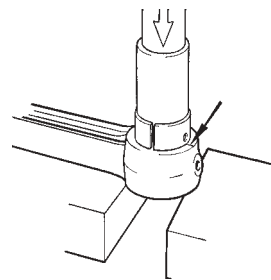

Fig. 48 Pose de bague de pied de bielle
2. Enfoncer la bague neuve avec les mêmes outils, comme le montre la figure 48.
ATTENTION ! S'assurer que le trou d'huile de la bague coïncide avec l'alésage dans la bielle. Avec un feutre, tracer une ligne passant par les trous de la bague et de la bielle (figure 48). Vérifier que le canal d'huile n'est pas bouché après la mise en place.